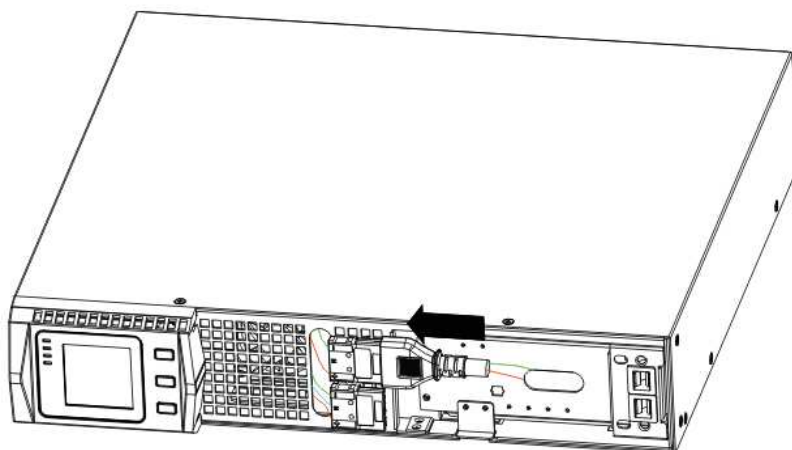

FIG.8 Connessione delle batterie interne all' UPS
2. Connettere il connettore interno di batteria (vedi FIG. 8)